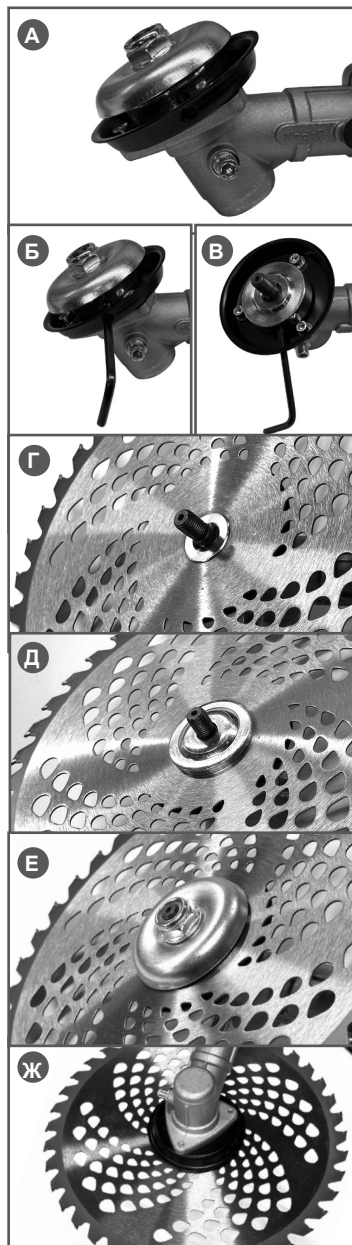

Рис. 4 Установка ножа
1. Совместите отверстие в чашке редуктора с отверстием на защитной шайбе редуктора (Рис. 4А).
2. Установите в отверстие защитной шайбы редуктора стопор 4 (например, ключ шестигранный 4 мм из комплекта поставки) (Рис. 4Б).
3. Открутите установленную на редукторе гайку ножа (левая резьба), снимите ограничительную чашку и прижимную шайбу, оставив только защитную шайбу редуктора (Рис. 4В)
4. Установите нож на защитную шайбу редуктора (Рис. 4Г).
5. Установите прижимную шайбу ножа (Рис.4Д), ограничительную чашку и закрепите гайкой (левая резьба) (Рис.4Е).
6. Удерживая стопор, затяните гайку комбинированным ключом (Рис. 4Е).
Направление зубцов ножа должно быть как на Рис. 4Ж.
2. Установите в отверстие защитной шайбы редуктора стопор (например, ключ шестигранный 4 мм из комплекта поставки) (Рис. 4Б).